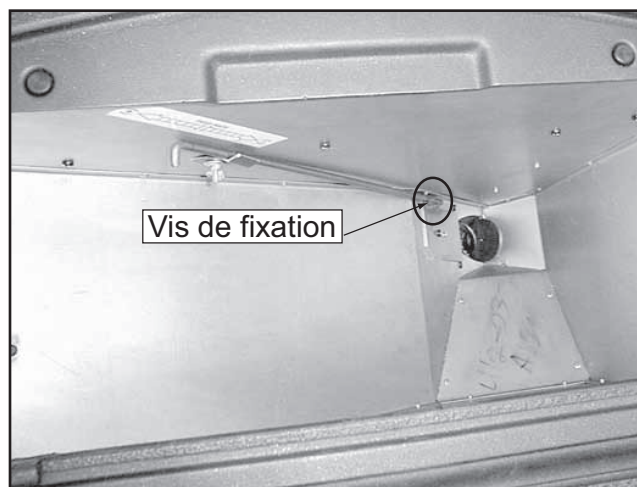

Figure 12.1
- c. Si nécessaire, desserrez la vis de blocage au bas de la trémie de 1/4 ou 1/2 tour (elle ne doit pas être serrée après le réglage). **Figure 12.1**.